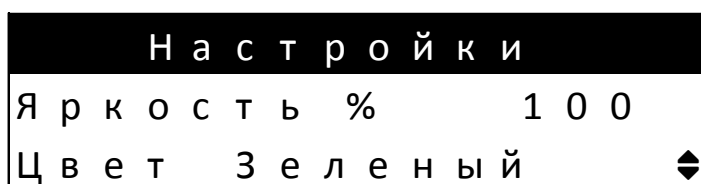

Рисунок 7.3.4.1 - Окно выбора цвета подсветки дисплея
7.3.4.1 Кнопкой **4 (ОК)** последовательно выбирается заранее запрограммированные цвета подсветки дисплея (рисунок 7.3.4.1).